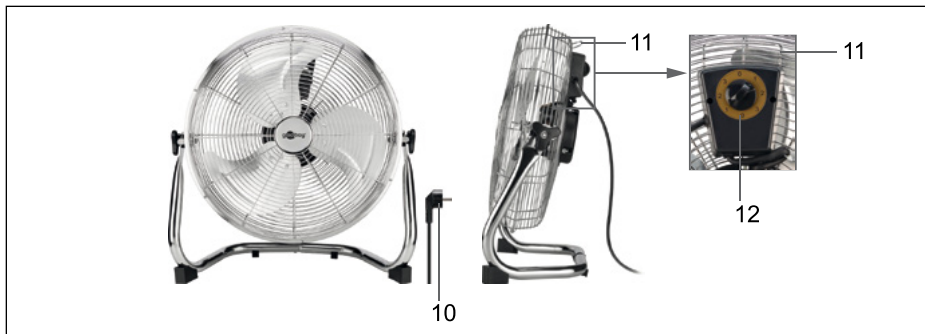

Fig.85 Ventilator gata montat
1. Apucați ventilatorul retro de podea numai de mâner (11, fig. 85) și așezați-l pe o suprafață fără praf, stabilă și orizontală.
*Puterea ventilatorului poate fi reglată în 3 trepte cu ajutorul comutatorului în 4 trepte (12, fig. 85):*